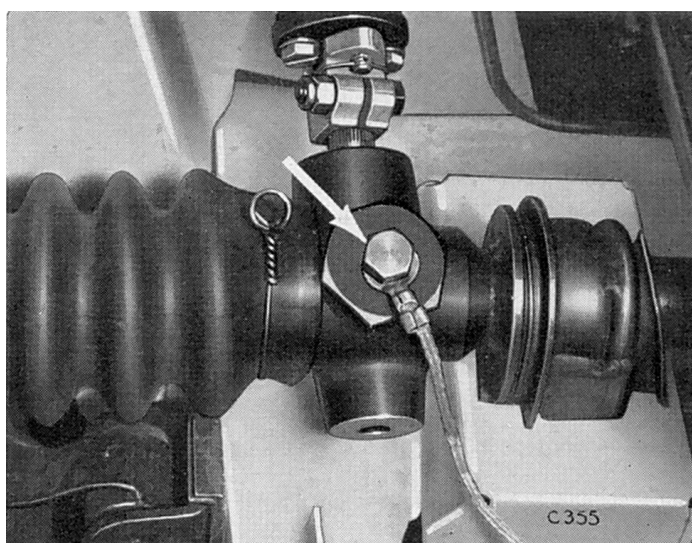

Fig 24. Bouchon de graisse du boîtier de direction
**Boîtier de direction (Fig. 24)**